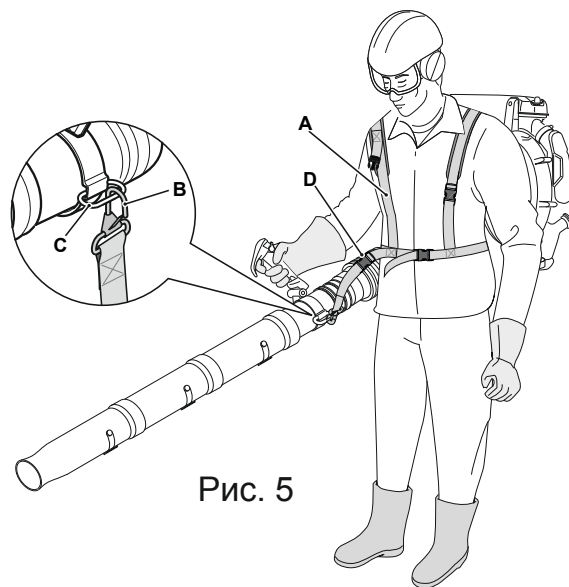

Рис. 5
- Наденьте плечевые ремни, как обычный рюкзак (Рис. 5.А).
- Для того, чтобы система держала вес трубы воздуходувки, подсоедините соединитель (Рис. 5.В) к опоре рукоятки управления (Рис. 5.С), и застегните застёжку на правом плече (Рис. 5.Д).